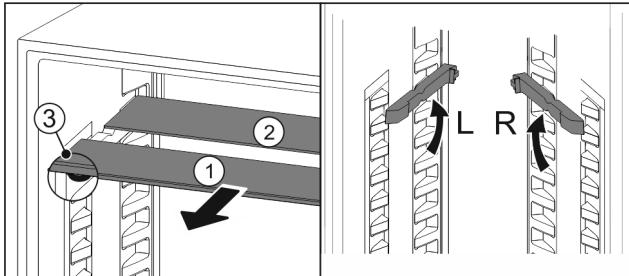

Fig. 86
- Посьуньте Fig. 86 (1) скляну панель вперед.
- Скляна панель Fig. 86 (1) з декоративною планкою лежить спереду.
- Стопори Fig. 86 (3) показують вниз.